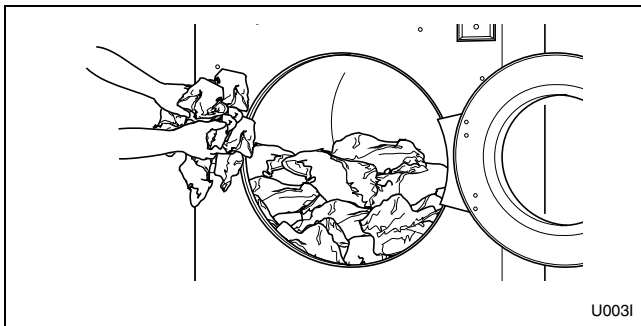

Figura 37
3. Cargue según la capacidad siempre que sea posible. **NO LA SOBRECARGUE.** Consulte la *Figura 37*.